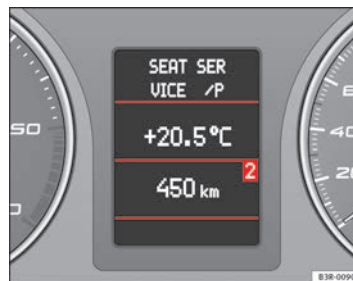

Abb. 65 Fahrerinformationssystem
- Mehrmaliges Drücken der **MODE**-Taste **B** wechselt zwischen den Betriebsarten und zeigt diese im Fahrerinformationssystem an => Abb. 65.